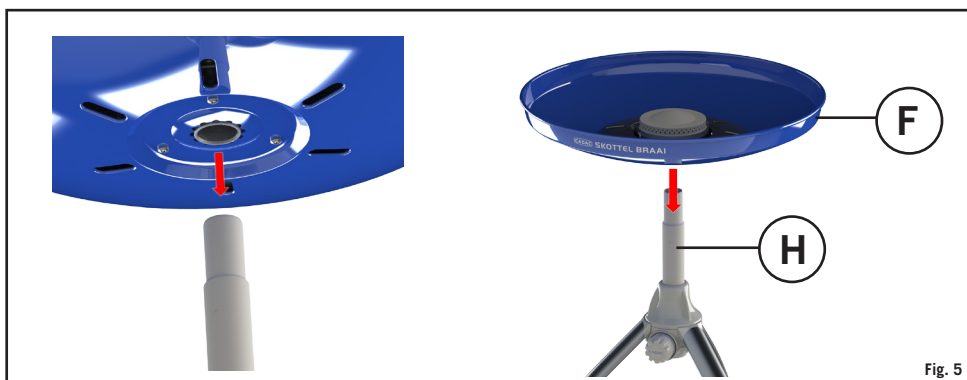

Fig. 5
- Coloque la bandeja de la hornalla (F) sobre el eje (H) y asegúrese de que quede sellado en forma adecuada. (Fig. 5)